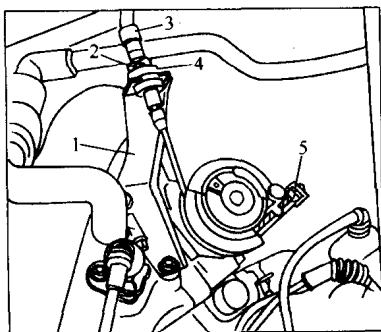

图 1-24 节气门拉索机构
6) 从拉索盘上松开图 1-24 所示油门拉索端的接头 5。
1) 将节气门拉索 5 (图 1-24) 装到节气门踏板和节气门控制单元的轮盘上。
2) 拔下节气门拉索套管 3 的定位件上的插塞 2 (图 1-24)。
4) 通过插塞 2 在橡胶套管 4 (图 1-24) 上的位置来调整节气门拉索, 使节气门处于全开状态。